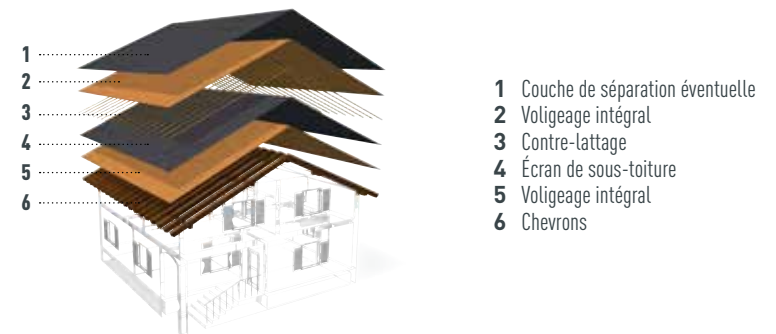

Figure 3 - Construction de toit double peau
1.1 COMBLES AMÉNAGEABLES (FIG. 3)